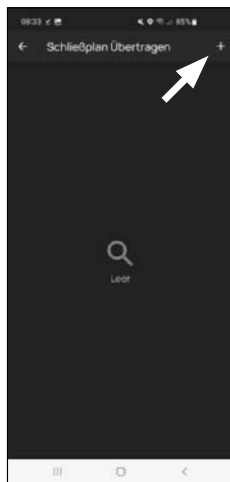

Fig. 1
① Appuyez dans le menu « Mon système » sur l'élément du menu « V - Transmettre plan de fermeture ».
② Appuyez sur « + » en haut à droite (Fig. 1).
③ Sélectionnez le cylindre pour lequel vous voulez transmettre des informations (I) (Fig. 2), puis sur « Fichier prog. » en haut à droite (II) (Fig. 1).